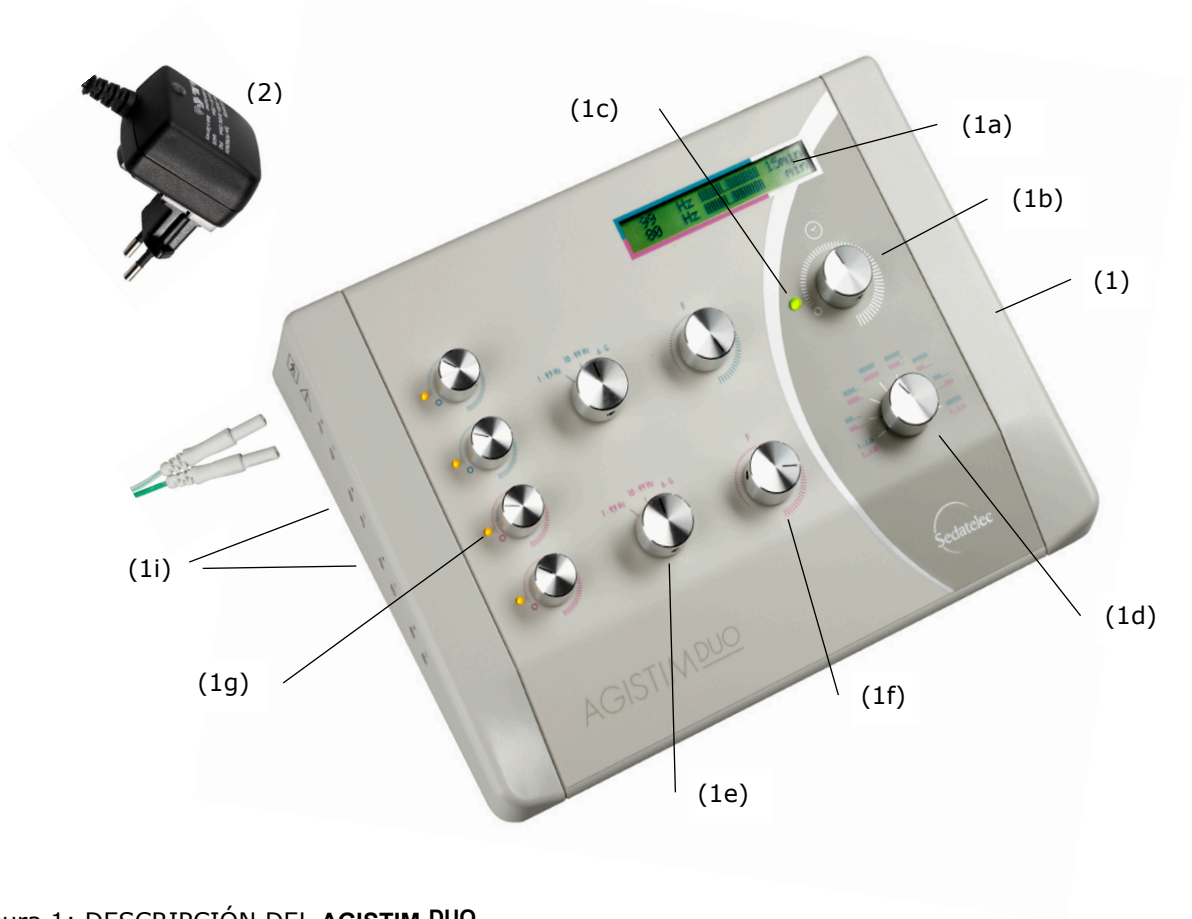

Figura 1: DESCRIPCIÓN DEL **AGISTIM DUO**
El AGISTIM *duo* está compuesto por una caja de base (1) y un adaptador de corriente de seguridad (2) que permite alimentarlo (ver FIGURA 1).